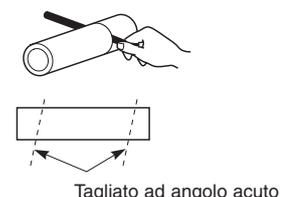

Fig. 3-17
- (5) Misurare lo spessore della parete dal bordo interno al bordo esterno, quindi tagliare il tubo in PVC ad angolo acuto con una lunghezza di 6 mm inferiore allo spessore della parete. (Fig. 3-17).